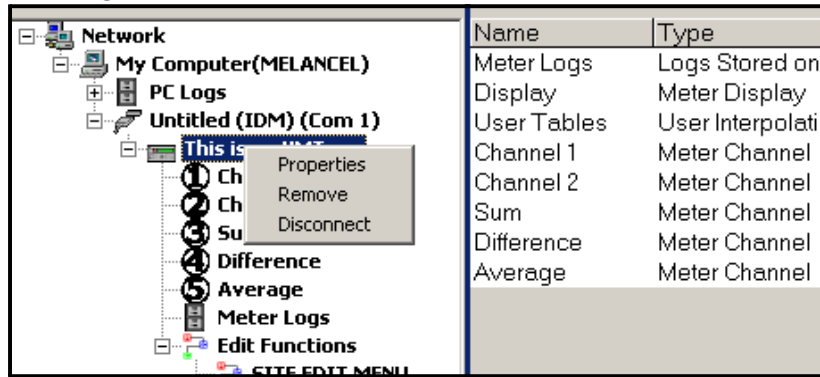

Figura 5: Opzione Properties nel browser New Meter
2. Fare clic con il tasto destro del mouse sull'XGM868i evidenziato e cliccare sull'opzione *Proprietà*, come mostrato nella Figura 5.